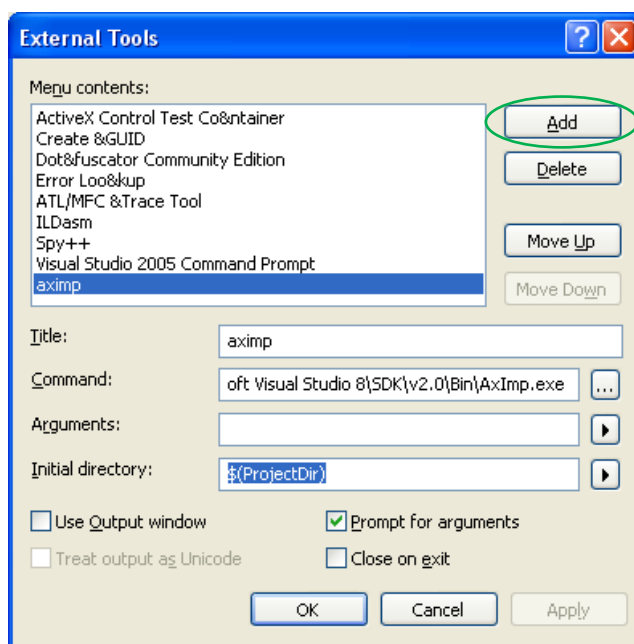

Рисунок 5'. Добавление Утилиты aximp.exe
3. Ввести следующие параметры, смотри рисунок 5':